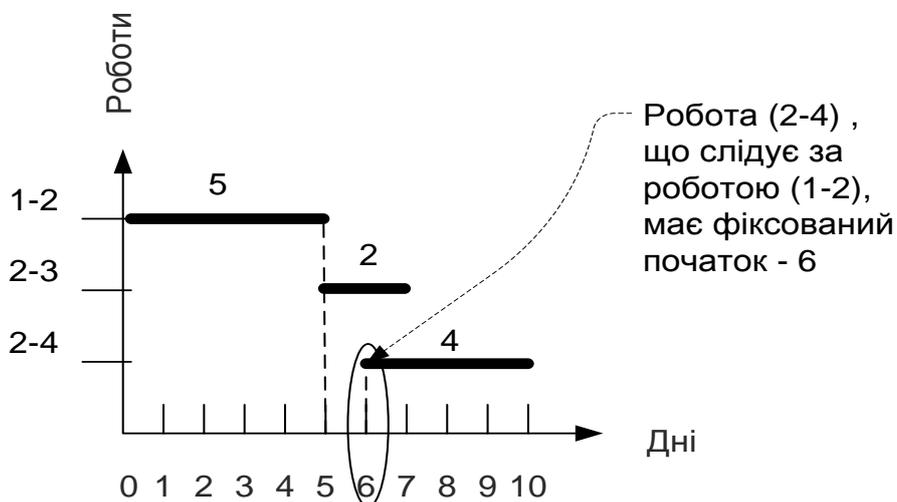

Рис. 1.26. Робота з фіксованим початком
1. Робота, що має фіксований початок, починається у вказаний період часу. Наприклад, робота 2-4 має тривалість 4 і фіксований початок – 6. Безпосередньо передуюча їй робота (1-2) закінчується в 5, проте це не впливає на початок роботи (2-4). Вона все одно почнеться на 6 день, як вказано в обмеженні на її початок (рис. 1.26).